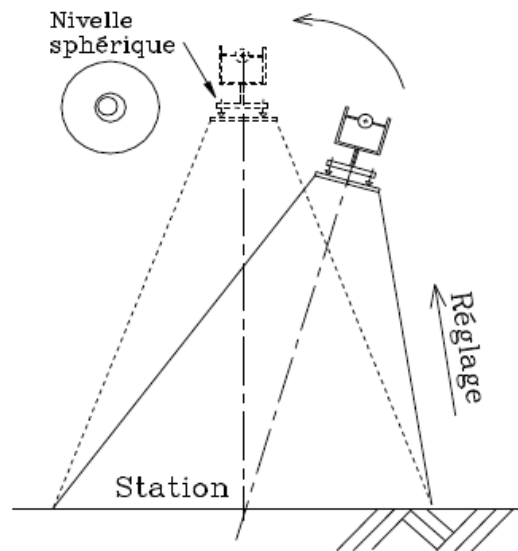

Figure 3. Calage de la nivelle sphérique.
À la fin de cette phase, la nivelle sphérique est centrée et le plomb optique ne doit pas avoir bougé du point de mise en station puisque l'axe principal (P) de l'appareil pivote autour du point stationné (figure 3).